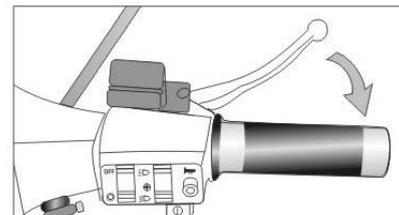

Fig. 17
5.2 **Freno anteriore:** agisce sulla ruota anteriore. Premere la leva del freno manuale verso il comando acceleratore per azionare il freno (Fig. 17).